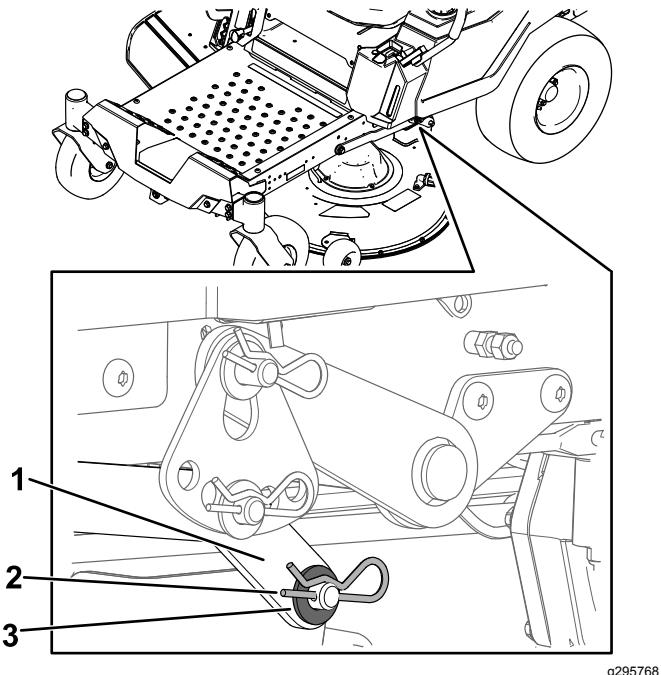

Figura 70
7. Su 1 lato della macchina, togliete la rondella e la coppia dall'asta del piatto di taglio (Figura 70).
8. Togliete il braccio di sollevamento dal perno del piatto di taglio (Figura 70).
5. Su 1 lato della macchina, sollevate la parte posteriore del piatto di taglio e installate il braccio di sollevamento sul perno del piatto di taglio (Figura 70).
6. Installate il braccio di sollevamento utilizzando la rondella e la coppiglia (Figura 70).